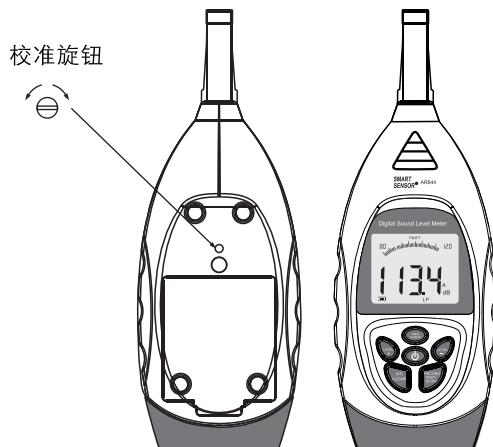

图3
- 将麦克风头插入标准音源孔内，将标准音源置为94dB@1KHz，打开标准音源（94dB@1KHz）的电源开关，使用小型一字批调整圆孔处的校准旋钮使LCD屏幕显示为94.0。如图3：